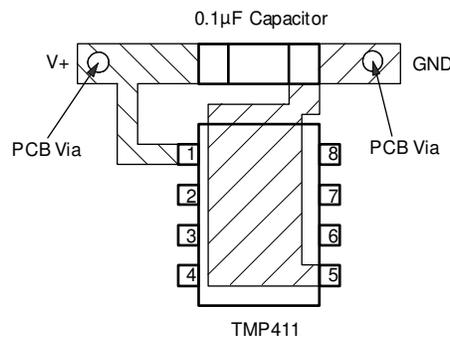

图 9-11. 建议的旁路电容器放置
- 在 TMP411/TMP411D 的 V+ 和 GND 引脚之间直接使用 0.1  $\mu$ F 的本地旁路电容器，如 图 9-11 所示。尽可能减小 D+ 和 D- 之间的滤波电容，使之达到 1000pF 或更低，从而实现出色的测量性能。此电容包括远程温度传感器和 TMP411/TMP411D 之间的任何电缆电容。